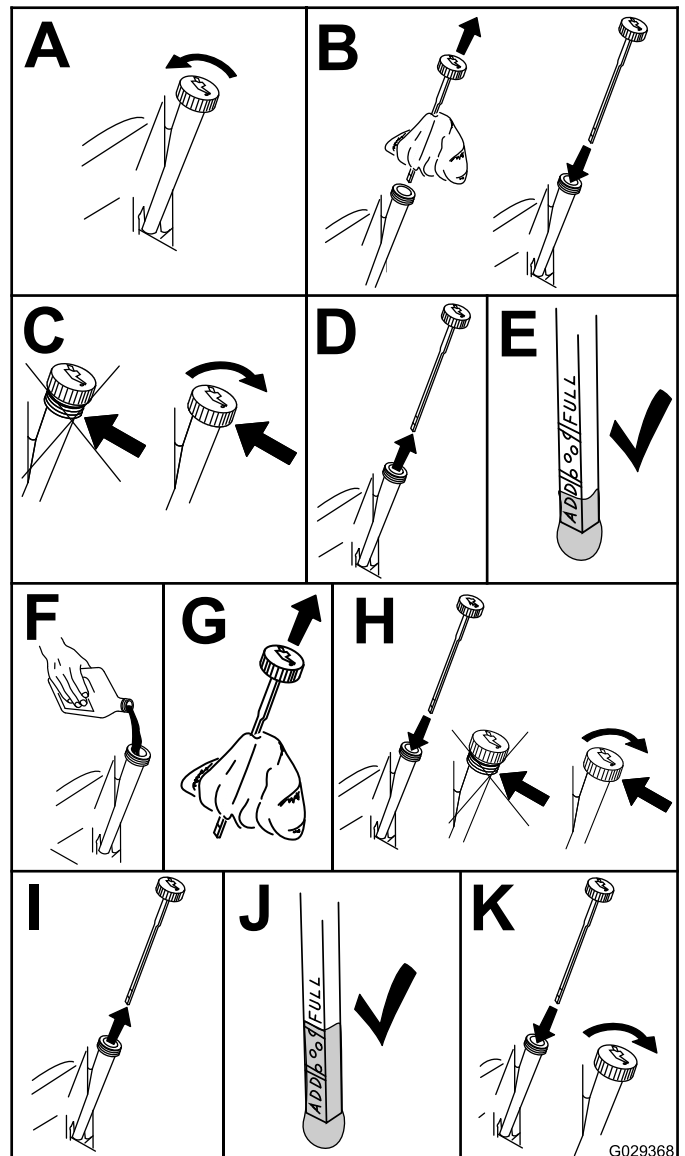

Figura 21
2. Controllo del livello dell'olio motore (Figura 21).